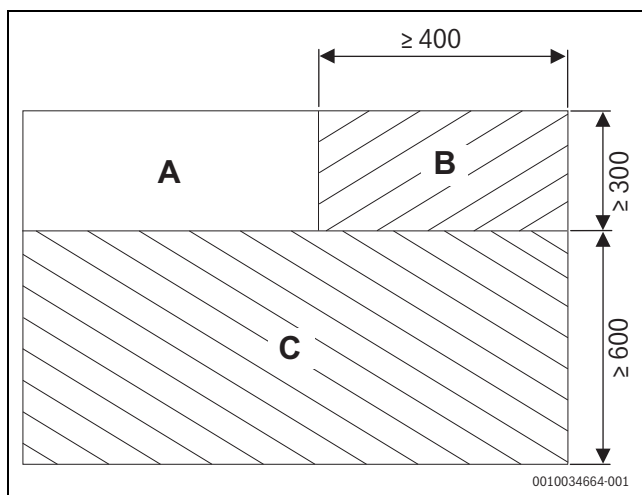

Fig. 2 Spațiu minim pentru instalare, întreținere și reparații
- ▶ Asigurați spațiu suficient în jurul unității pentru efectuarea lucrărilor de întreținere și pentru circulația aerului. Dacă este necesară instalarea cu strat dublu, spațiul superior și inferior dintre unități trebuie să fie de  $\geq 150$  mm. Fig. 2 și 3 arată spațiul minim pentru instalare și întreținere.